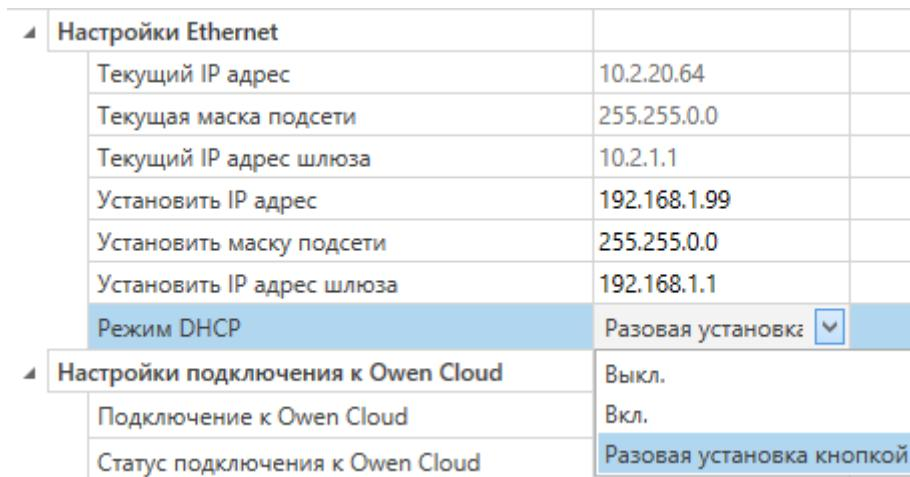

Рисунок 7.5 – Настройка параметра Режим DHCP
- Задать конфигурационный параметр **Режим DHCP > Разовая установка кнопкой** (см. рисунок 7.5).